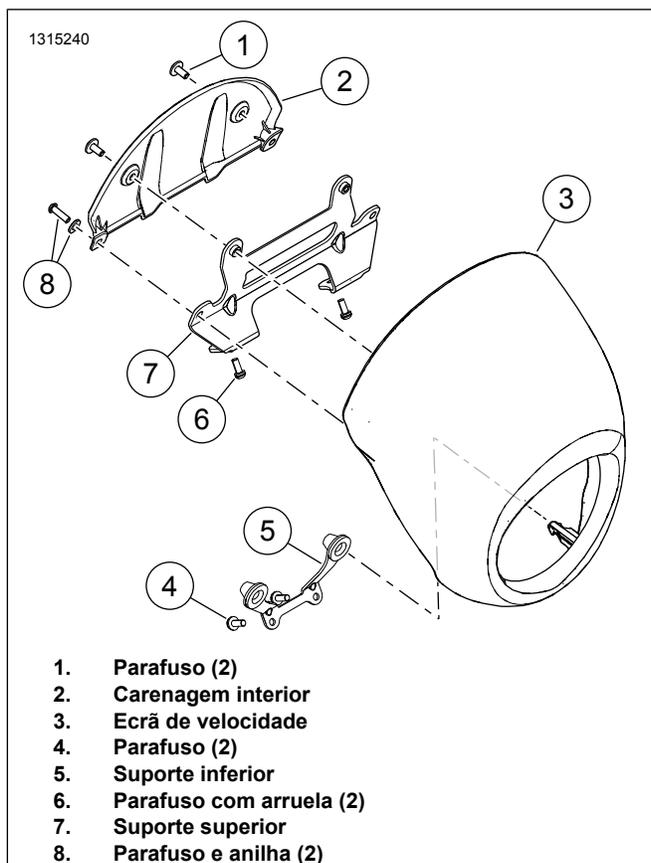

Figura 2. Proteção de velocidade FXLRS
1. Ver Figura 2 . Remova o ecrã de velocidade
- a. Retire parafusos e anilhas (8).
- b. Afaste o ecrã de velocidade (3) do suporte superior (7).
- c. Afaste o ecrã de velocidade do suporte inferior (5) para remover os pinos dos ilhós.
- a. Retire os parafusos (1).
- b. Remova a carenagem interior (2).
- a. Retire os parafusos (6).
- b. Remova o suporte superior (7).